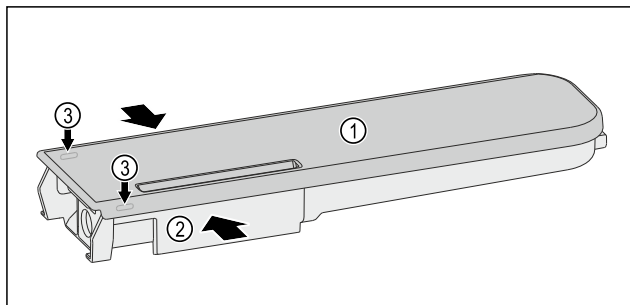

Fig. 136
- 挤压水容器 Fig. 136 (2)，然后小心地将盖子 Fig. 136 (1) 从锁定凸耳 Fig. 136 (3) 上撬起并向上拉。
- 略微来回移动盖子 Fig. 136 (1)，然后将其向上取下。